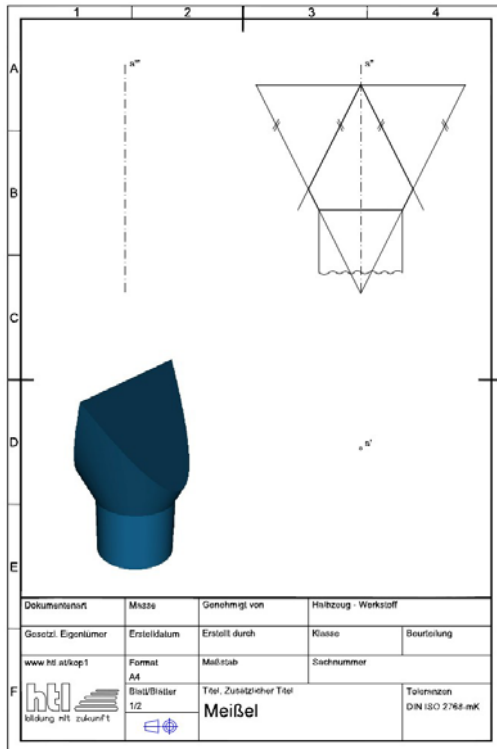

Abb. 1
- 1.) Ein drehkegelförmiger Meißel ist im Aufriss bzw. in Axonometrie gegeben. (Abb. 1)